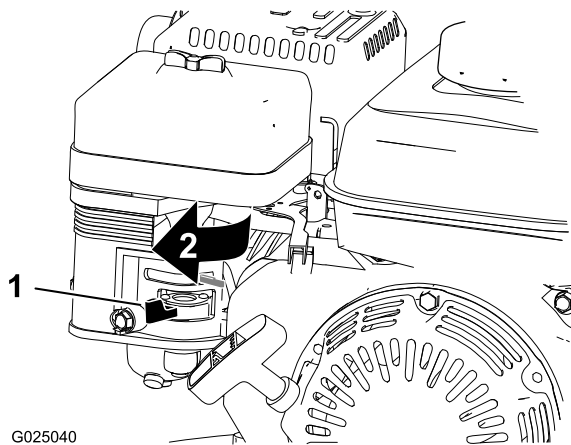

Figure 29
3. Fermez le robinet d'arrivée de carburant (Figure 29).